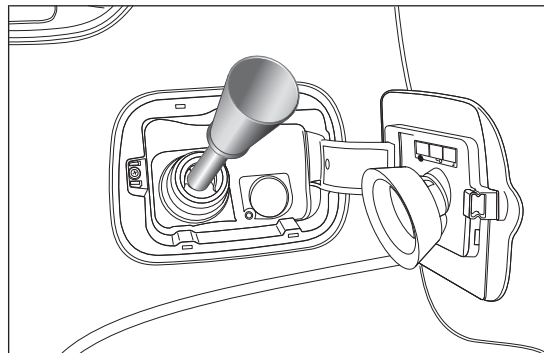

fig. 76
- inserire l'adattatore B nel bocchettone, come indicato in fig. 76 e procedere al rifornimento;